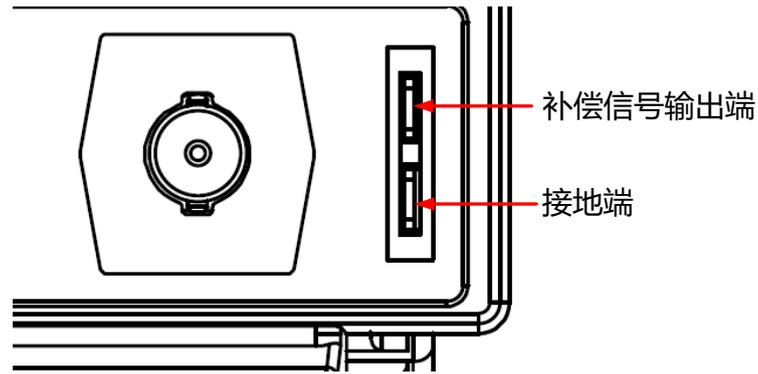

图 4.6 补偿信号
2. 将探头的接地鳄鱼夹连接至图 4.6 所示的“接地端”。
3. 使用探头连接示波器的通道 1 (CH1) 输入端和图 4.6 所示的“补偿信号输出端”。